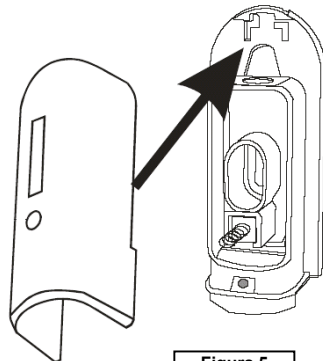

Figura 5
- Chiudere e fissare il coperchio con l'apposita vite (figura 5)